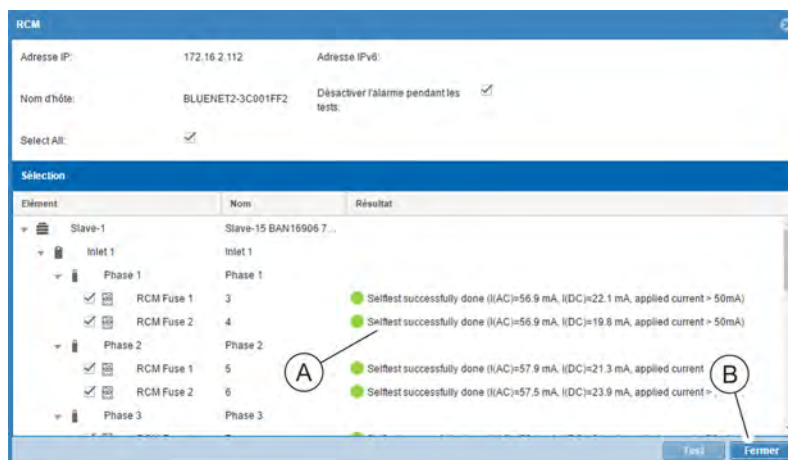

Fig. 108 : Fenêtre « RCM »
6. ➡ Contrôler le résultat de l'auto-test RCM (Fig. 108 /Ⓐ).
7. ➡ Pour quitter la fenêtre « RCM », appuyer sur le bouton « Fermer » (Fig. 108 /Ⓑ).